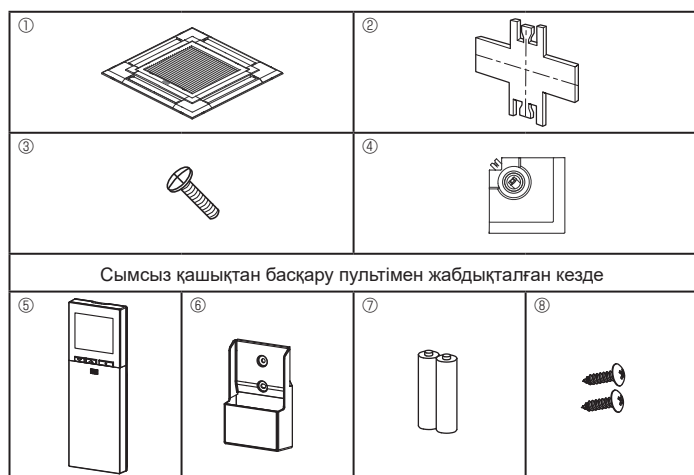

Fig. 9-1
9.1. Құрамын тексеру (Fig. 9-1)